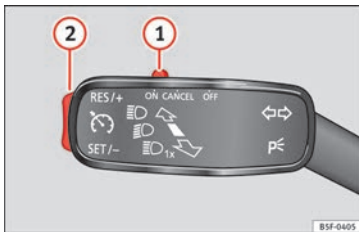

Bild 41 Spak för blinkers och helljus: Brytare och reglage för att använda farthållarsystemet
- Slå på farthållarsystemet Flytta reglaget » **bild 41 1** till **ON**. Systemet är på. Om ingen hastighet har programmerats in kommer systemet inte att kontrollera det.
- Aktivera farthållarsystemet: Tryck på knappen » **bild 41 2** i **SET/-**-området. Den nuvarande hastigheten memoreras och regleras.
- Stänga av farthållarsystemet tillfälligt: För reglaget » **bild 41 1** till **CANCEL** eller tryck ner bromspedalen. Farthållarsystemet stängs av tillfälligt.
- Återaktivera farthållarsystemet: Tryck på knappen » **bild 41 2** **RES/+**. Den memoriserade hastigheten sparas och kontrolleras igen.
- Stänga av farthållaren: Flytta reglaget » **bild 41 1** till **OFF**. Systemet kopplas från och den memorerade hastigheten raderas.